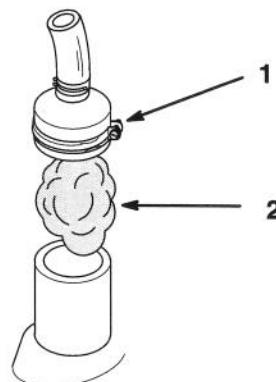

Figure 24
4. Ouvrir le collier du reniflard et retirer la grille et l'élément du reniflard (Fig. 24).
6. Replacer l'élément et la grille, et fixer le reniflard à l'aide du collier (Fig. 24).